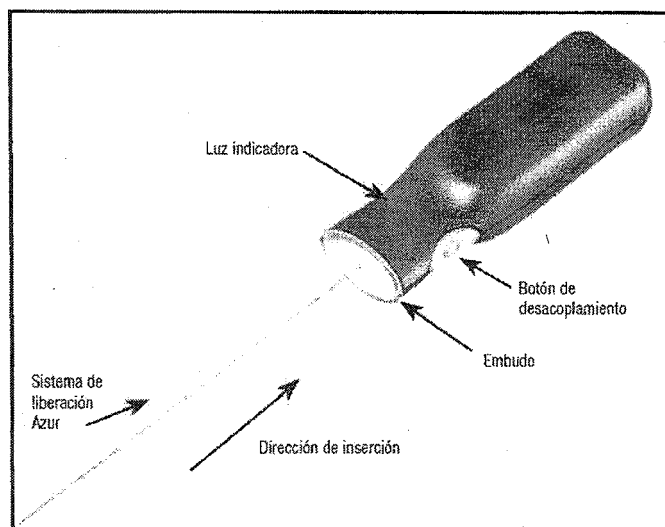

Figura 2 – Controlador del desacoplamiento Azur
14. Antes de utilizar el dispositivo, saque el extremo proximal del sistema de liberación del aro dispensador. Tenga cuidado de no contaminar este extremo del sistema de liberación con sustancias extrañas, como sangre o medio de contraste. Introduzca firmemente el extremo proximal del sistema de liberación en la parte en forma de embudo del controlador del desacoplamiento Azur Detachable. Vea la figura 2. **No presione todavía el botón de desacoplamiento**
35. Conecte el extremo proximal del sistema de liberación al controlador del desacoplamiento Azur Detachable introduciendo firmemente el extremo proximal del sistema de liberación en la parte en forma de embudo del controlador del desacoplamiento Azur Detachable. Vea la figura 2.